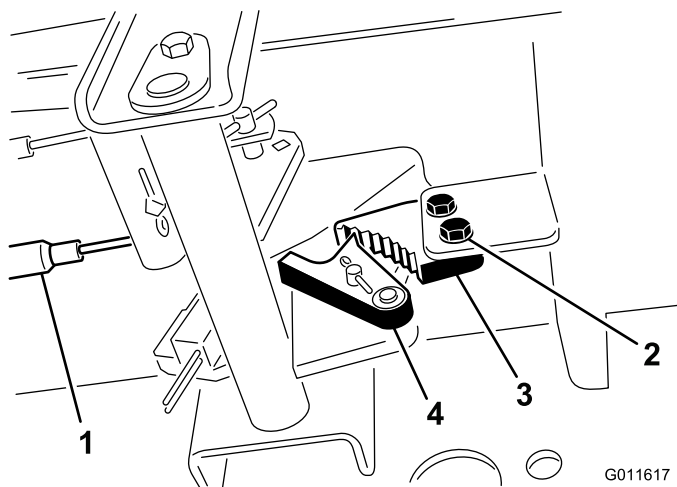

図 36
1. 駐車ブレーキのツメをフレームに固定しているネジ2本をゆるめる 図 36。
2. ブレーキのツメが戻り止めに完全に掛かるまで駐車ブレーキペダルを前に踏み込む(図 36)。